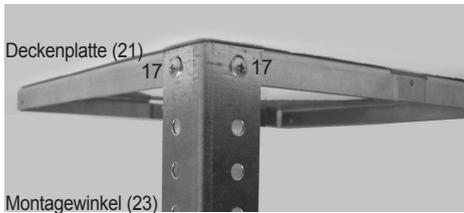

Abb. 16
Der Motorkasten (12) wird wie folgt an der Deckenplatte (21) befestigt (Abb. 16):
Zur sicheren Befestigung je 2 Schrauben 3,5x10 (17) an jeder Ecke der Deckenplatte (21) einsetzen und festziehen (Abb. 16, 17).